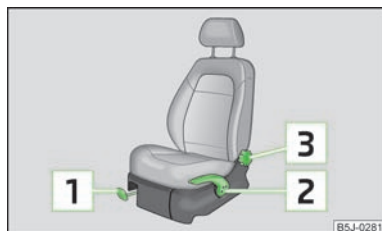

Fig. 35
- Tirez la manette **1** » fig. 35 vers le haut et poussez simultanément le siège dans la position souhaitée.
- Si vous souhaitez lever le siège, tirez la manette **2** » fig. 35 ou pompez vers le haut.
- Délester le dossier (ne vous appuyez pas dessus) et faites tourner la molette **3** » fig. 35 pour régler l'inclinaison du dossier.